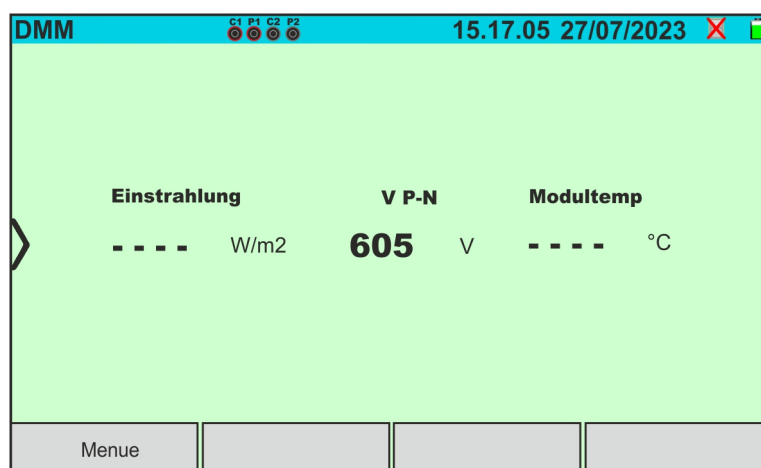

Abb. 14: Messbildschirm DMM-Funktion (SOLAR03 nicht verbunden)
3. Tippen Sie auf das Symbol „**Werte**“ auf der zweiten Seite des Hauptmenüs. Der Wert der Gleichspannung V P-N wird auf dem Display angezeigt, wie in Abb. 14. Tippen Sie auf die Schaltfläche „Menue“, um zum Hauptmenü zurückzukehren.